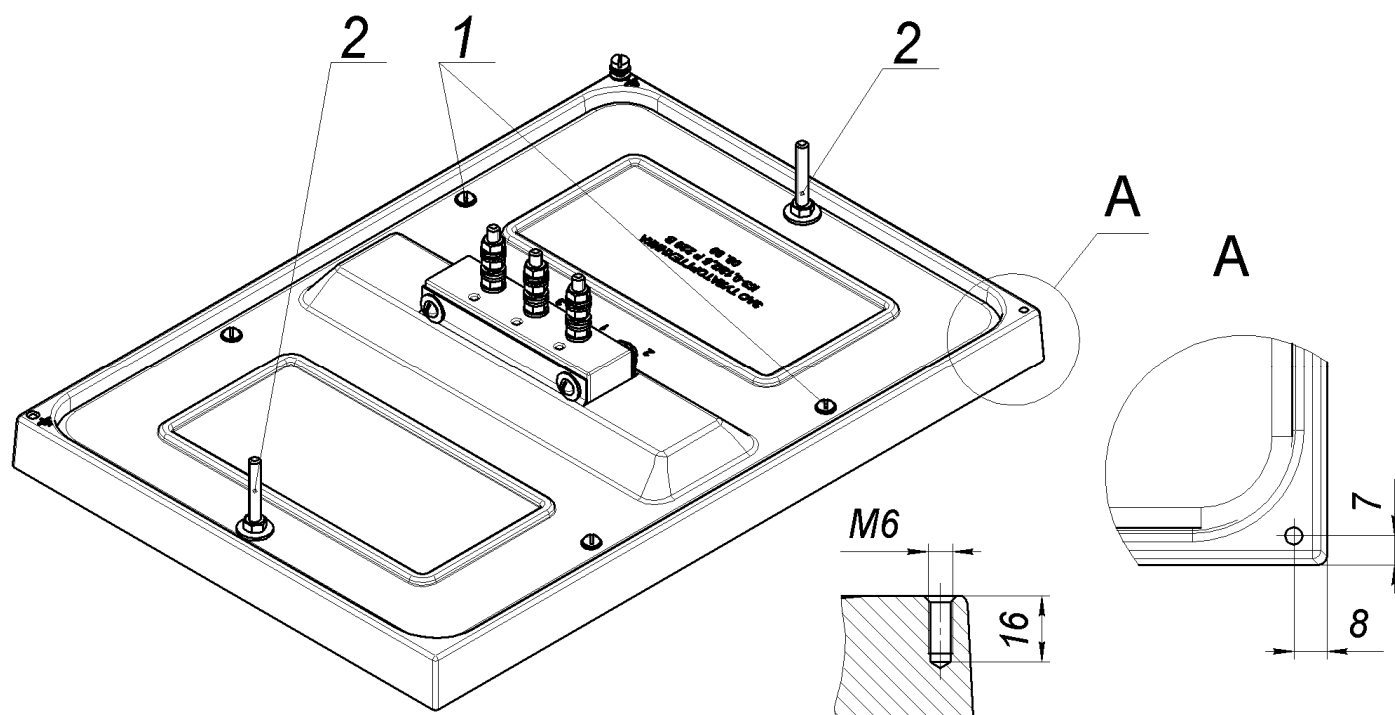

Рис.1
Порядок подготовки конфорки со спиралью к установке на плиту вместо конфорки с ТЭНами (см. рис. 1):
1. Выполнить резьбовое отверстие М6х16 по размерам на рис.1